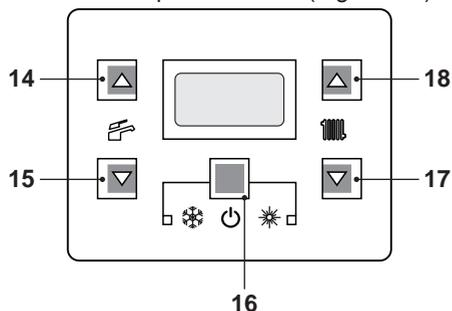
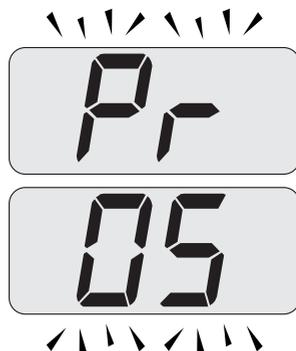

Figura 8.3
Figura 8.5
- Entrare in "modalità programmazione" premendo contemporaneamente per 10 secondi i tasti 16- 17- 18 (Figura 8.3) fino a far apparire sul display LCD le lettere Pr
- Scorrere i vari parametri utilizzando i tasti 17o 18fino a far apparire sul display LCD le lettere **Pr** che si alternano con il codice **05**, indicanti l'entrata nel "parametro 05"(Figura 8.5).
- Premere contemporaneamente i tasti 16e 18(Figura 8.3) fino a far apparire sul display LCD il valore del parametro 05 (00=G20) (Figura 8.6).
- Premendo il tasto 16(Figura 8.3) si ottiene la conferma del valore inserito.
- Premendo contemporaneamente i tasti 16e 17(Figura 8.3) si esce senza modificare il valore (ritorno alla lista parametri Figura 8.5)
- Premendo contemporaneamente per 10 secondi i tasti 16- 17- 18(Figura 8.3) si esce dalla "modalità programmazione".